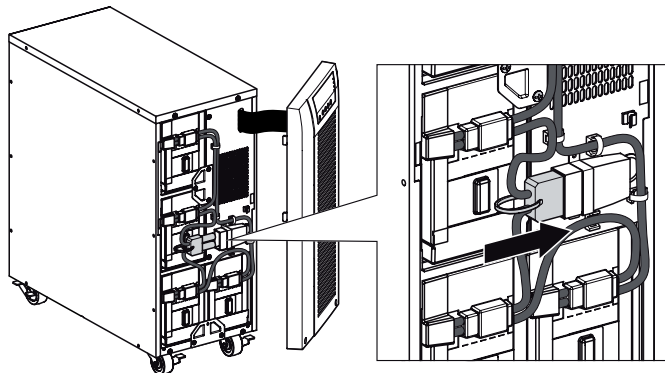

Рисунок 6. Подключение внутренних батарей ИБП.
2. Подключите разъем внутренней батареи (см. рис. 6).